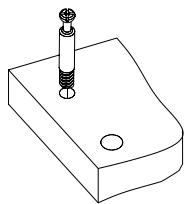
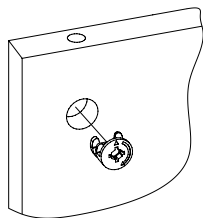

Рис.1
Рис.2
1. Подготовьте детали к сборке. Вкрутите шпильки минификсов в деталь 1, 12 и 13 (Рис. 1). Вставьте головки минификсов в детали 2, 3, 4, 5, 6, 7, 11 (Рис. 2).